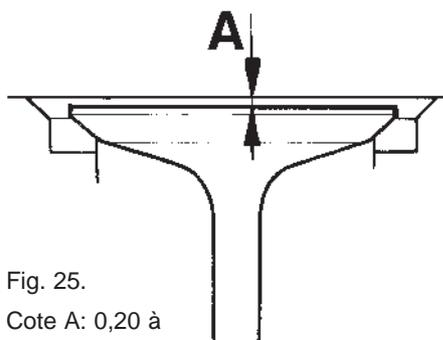

Fig. 25.
2. Vérifier que la distance du plan des têtes de soupapes à celui de culasses est conforme aux valeurs indiquées sous la figure 25. Dans certains cas, il est nécessaire d'usiner également les logements des sièges de soupapes.